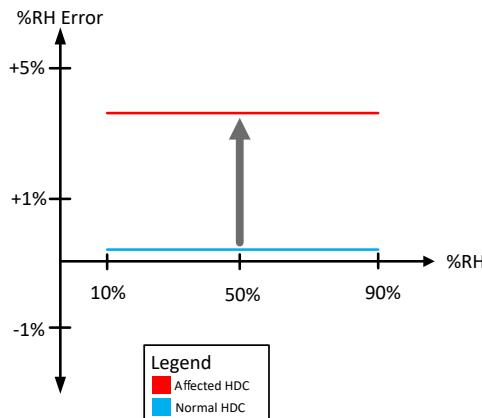

図 2-3. RH オフセット誤差の例
- **RH オフセット:**周囲の RH レベルや温度が変化しても一定に現れる、RH 誤差の正または負のシフトを指します。図 2-3 は、RH レベル全体にわたって %RH 誤差が一様に増加する様子を示しています。